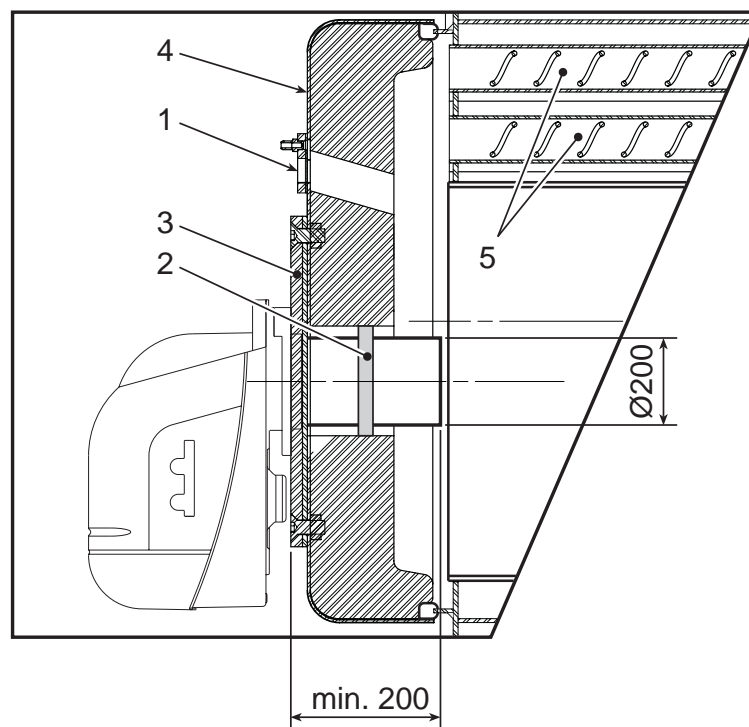

fig. 3
2.2 Aansluiting brander (fig. 3)